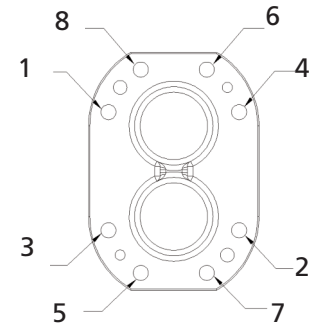

Figura 13. De secuencia de pernos de apriete
5. Apriete el tornillo como por la secuencia de tornillo mencionados en la figura 13.